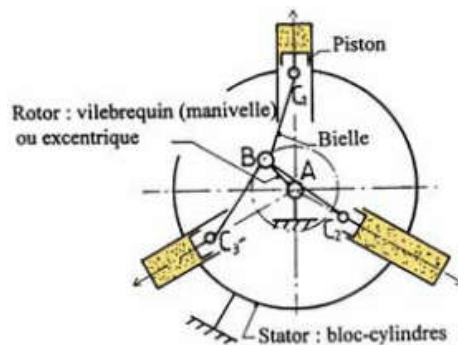

Figure.4 - Pompes à pistons radiaux.
2.3.1- Pompes à pistons radiaux : (fig. 4-)